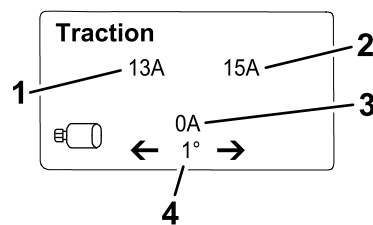

Figura 22
- **Ecran cu informații despre traciune (Figura 22):** arată unghiul de bracaj curent și amperajul alocat fiecărui motor de traciune.